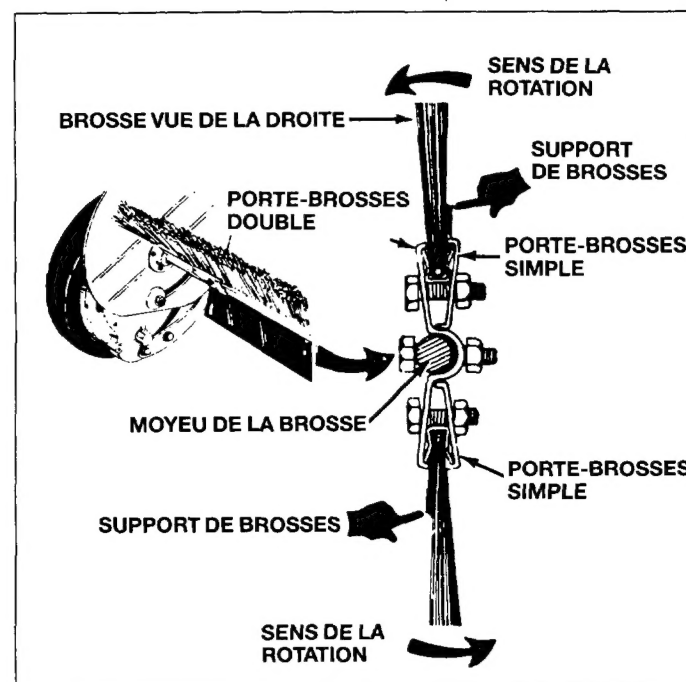

Fig. 36
4. Desserrez les vis à tête hexagonale et les écrous qui maintiennent en place le petit porte-broches. Voir la figure 36. Poussez les broches hors des supports et notez bien la position sur le porte-broches.
5. Mettez en place une nouvelle broche et vérifiez que la position du porte-broches est la même qu'auparavant. Voir la figure 36.